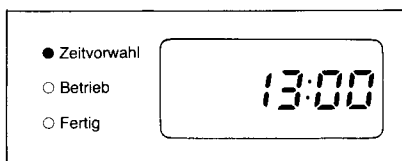

Abb. 2
2) LCD-Anzeige und Zeitvorwahlanzeige (grüne LED) zeigen für 2 Sekunden den Testzustand an. Siehe Abb. 2.